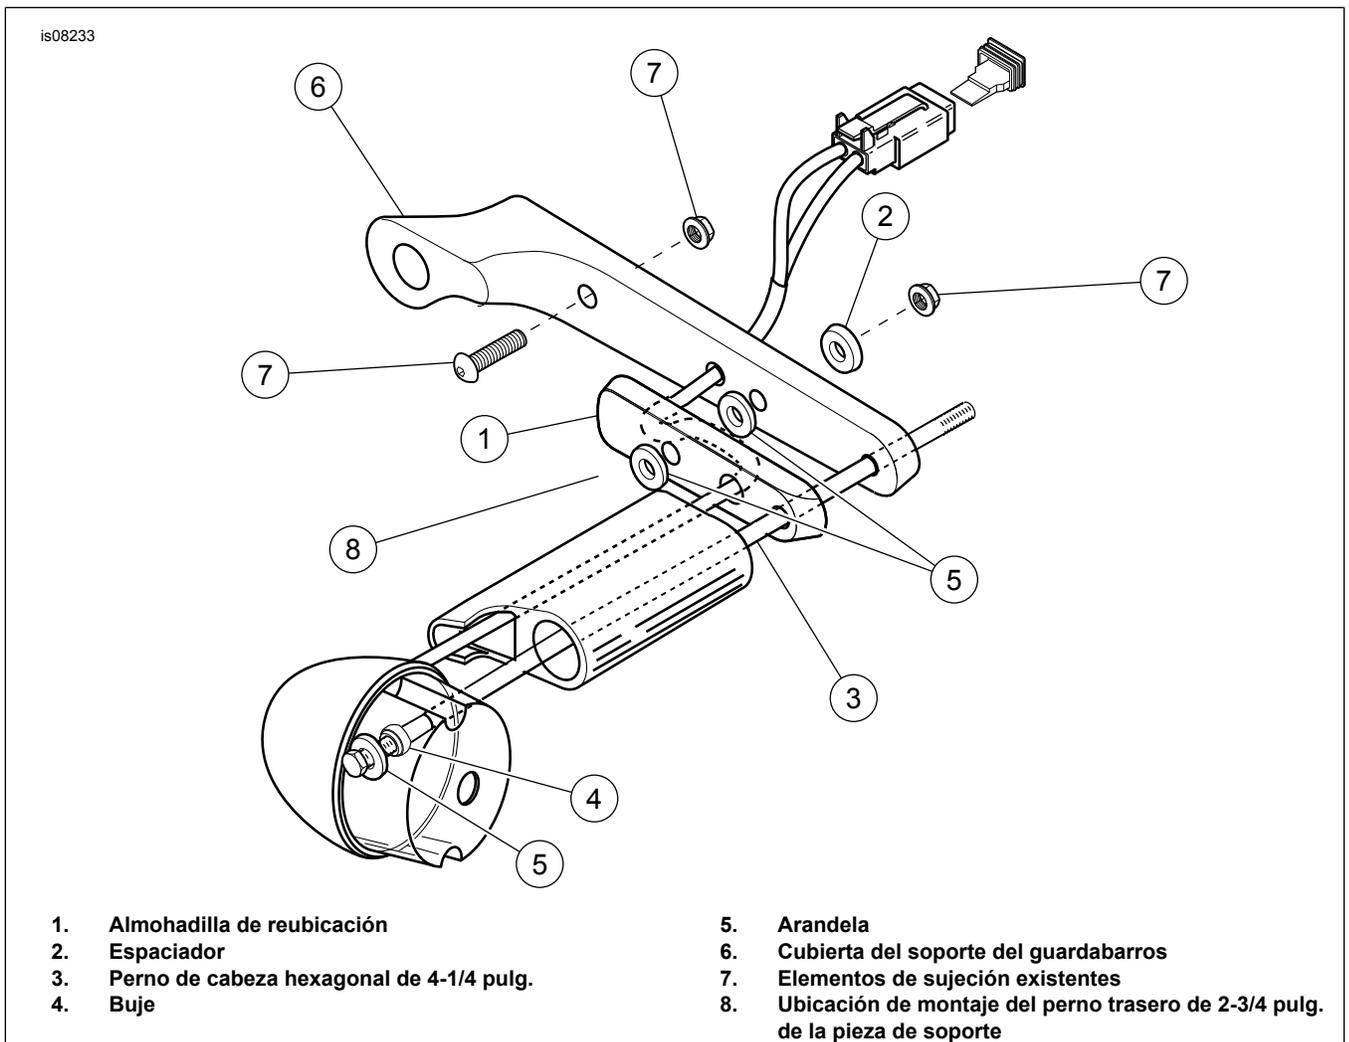
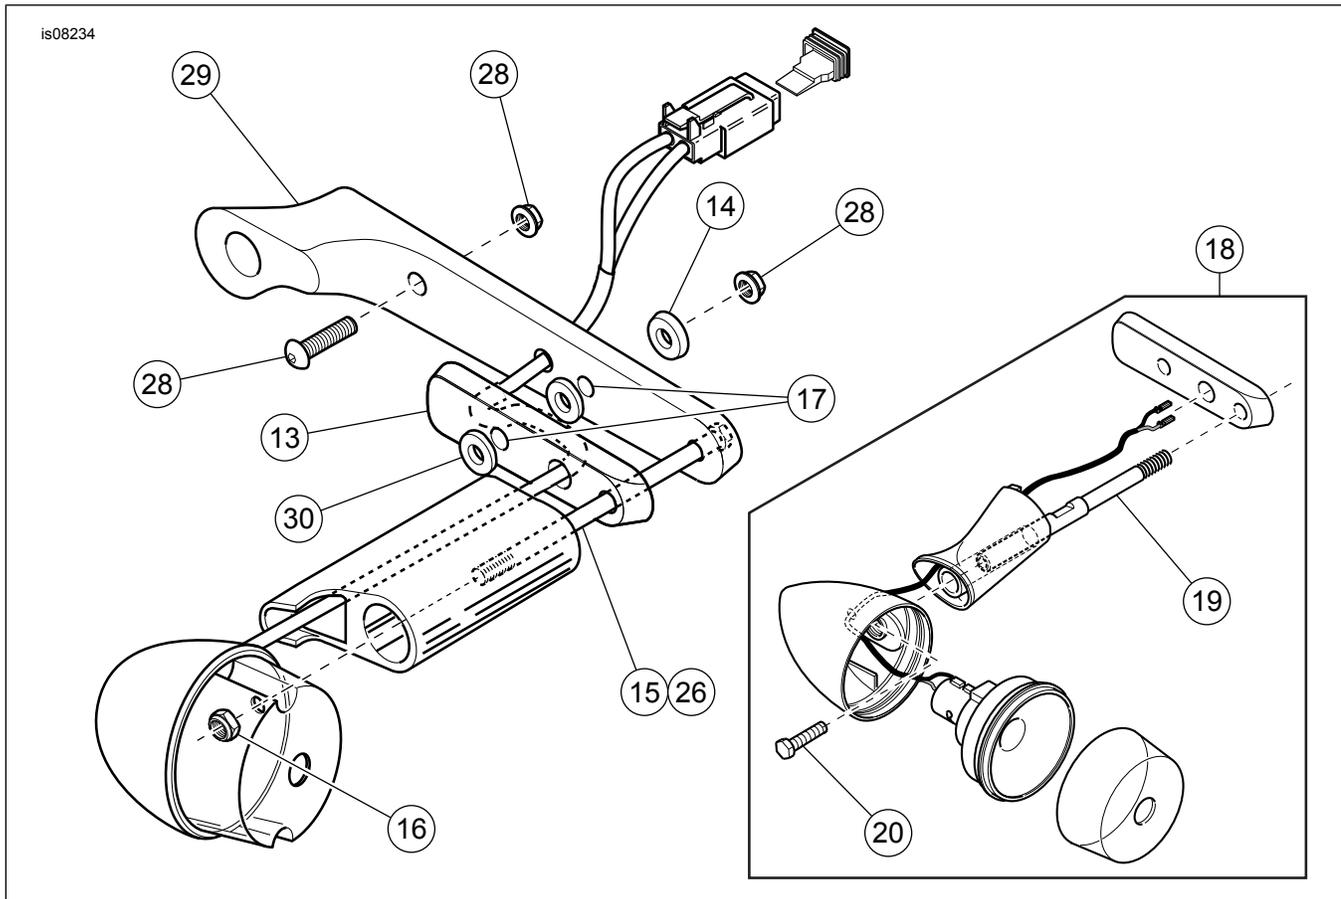

Figura 10. Instalación en los modelos de 1998 a 2001
Figura 11. Piezas de servicio (Kit 2 de 3)
5. Vea Figura 11. Instale el perno largo de 4-1/2 pulg. (15) del kit, desde el interior del guardabarros hacia afuera de los agujeros traseros de donde se extrajeron los tornillos con cabeza de botón en el paso 3.
9. Vea Figura 11. Usando un pedazo pequeño de cinta, pegue el espaciador grande (14) del kit a la estructura sobre el agujero de donde se extrajo el espárrago de la señal de giro trasera.
11. Vea Figura 11. **En los modelos de 1994 a 1997**, excepto los modelos Hugger, inserte un perno de 4-1/2 pulg. (15) desde el interior del guardabarros para que salga a través del último agujero de la estructura del guardabarros. Déjelo en su posición sin apretarlo. Vea Figura 10. **En los modelos de 1998 a 2001**, usando un taladro con una broca de 13/32 pulg., perforo las roscas a la caja de la señal de giro. Tenga cuidado para no rayar la superficie cromada de la caja de la señal de giro. Coloque la arandela (5) y el buje (4) en el perno de 4-1/4 pulg. (3) cerca de las roscas. Instale el perno a través de la caja de la señal de giro. El buje debe quedar al mismo nivel que el saliente interior de la caja de la señal de giro. **Para los modelos de 2002 y 2003**, vea el paso 13.
12. Vea Figura 11. **En los modelos de 2001 y anteriores**, inserte el cable de la luz de la señal de giro trasera a través del agujero central de la almohadilla de reubicación, a lo largo de canal en el interior de la almohadilla y a través del tercer agujero de la parte posterior de la cubierta del soporte del guardabarros. Pase el cable de vuelta a lo largo del interior de la cubierta del soporte del guardabarros y vuelva a pegarlo con cinta en la parte trasera de la cubierta del soporte del guardabarros.
- Vea Figura 11. **En los modelos 1994 a 1997**, instale en el guardabarros la señal de giro trasera con la almohadilla de reubicación y la cubierta del soporte del guardabarros, usando el perno de 4-1/2 pulg. insertado a través de la parte trasera del guardabarros (paso 11). Apriete el perno hasta que ajuste usando la tuerca de seguridad (16) instalada en el perno en el interior de la caja de la señal de giro.
- Vea Figura 10. **En los modelos de 1998 a 2001**, aplique Loctite[®] № 242 (azul) a la rosca del perno de 4-1/4 pulg. (3). Instale en el guardabarros la señal de giro con la almohadilla de reubicación (1) y la cubierta del soporte del guardabarros con el perno de 4-1/4 pulg., insertado a través de la caja de la señal de giro en el paso 11.
- Vea Figura 11. **En los modelos de 2002 y 2003**, inserte el extremo con rosca externa del espárrago de montaje de 4 pulg. (19) dentro del agujero en el extremo angosto de la almohadilla de reubicación (13). Sin apretar, coloque la caja y el vástago de la señal de giro en el espárrago de montaje, pasando el cable de la luz a través del agujero central en la almohadilla de reubicación, a lo largo del canal en el interior de la almohadilla y a través del tercer agujero en la parte posterior de la cubierta del soporte del guardabarros.
- Aplique Loctite[®] № 242 (azul) a la rosca externa del espárrago de montaje. Inserte el espárrago de montaje a través de la cubierta del soporte del guardabarros y dentro del soporte del guardabarros. Con una llave de punta y corona de 5/16 pulg. en la sección plana del espárrago de montaje, apriete el espárrago en el soporte del guardabarros a 16,3 N·m (12 lb-pie). Instale el tornillo de casquete hexagonal (20) dentro de la caja de la señal de giro y apriete a 12 N·m (9 lb-pie) dentro del espárrago de montaje (19). Firmemente tire del cable de la luz a través del soporte del guardabarros. Recubra el aislador del conjunto de la bombilla de caucho con un lubricante adecuado. Esto facilitará la instalación del conjunto en la caja de la señal de giro. Presione el conjunto de la bombilla de luz uniformemente en la caja de la señal de giro hasta que se asiente debajo de la ranura de la cubierta del lente.
- Vea Figura 11. **En los modelos de 1994 a 1997**, instale la luz de la señal de giro en la almohadilla de reubicación con el perno de 4-1/2 pulg. insertado a través del guardabarros (paso 11). Apriete el perno hasta que ajuste usando la tuerca de seguridad (16) instalada en el perno en el interior del conjunto de la señal de giro.
- Vea Figura 10. **En los modelos de 1998 a 2001**, instale el conjunto de la señal de giro en la almohadilla (1), usando el perno de 4-1/4 pulg. (3) insertado a través de la caja de la señal de giro en el paso 11. Apriete el perno hasta que ajuste.
- Aplique Loctite® № 242 (azul) a la rosca externa del espárrago de montaje. Inserte el espárrago de montaje a través de la cubierta del soporte del guardabarros y dentro del soporte del guardabarros. Con una llave de punta y corona de 5/16 pulg. en la sección plana del espárrago de montaje, apriete el espárrago en el soporte del guardabarros a 16,3 N·m (12 lb-pie). Instale el tornillo de casquete hexagonal (20) dentro de la caja de la señal de giro y apriete a 12 N·m (9 lb-pie) dentro del espárrago de montaje (19). Firmemente tire del cable de la luz a través del soporte del guardabarros. Recubra el aislador del conjunto de la bombilla de caucho con un lubricante adecuado. Esto facilitará la instalación del conjunto en la caja de la señal de giro. Presione el conjunto de la bombilla de luz uniformemente en la caja de la señal de giro hasta que se asiente debajo de la ranura de la cubierta del lente.
14. Vea Figura 11. **En los modelos de 1994 a 1997**, apriete el perno de 4-1/2 pulg. de la señal de giro trasera desde el interior del guardabarros a 16,3 N·m (12 lb-pie). Vea Figura 10. **En los modelos de 1998 a 2001**, apriete el perno de 4-1/4 pulg. de la señal de giro trasera (3) desde el interior de la caja de la señal de giro a 16,3 N·m (12 lb-pie).